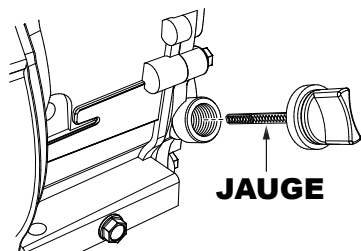

Figure 12. Dépose de la jauge d'huile moteur
2. Retirez la jauge de remplissage de l'orifice de remplissage d'huile moteur (Figure 12) et essuyez-la.